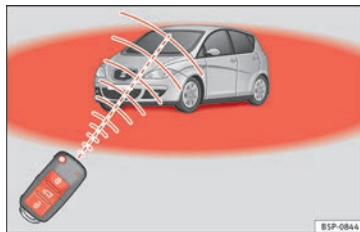

Bild 51 Räckvidd för fjärrkontrollen med radiofrekvens.
- Fjärrkontrollen med radiofrekvens fungerar bara när du är inom räckvidd » bild 51 (rött område).